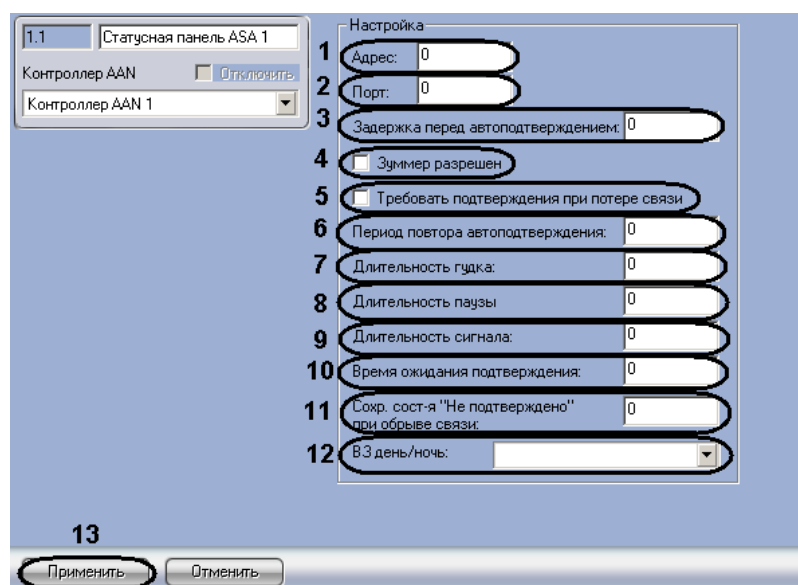

Рис. 3.3-6 Панель настроек объекта Статусная панель ASA
1. Перейти на панель настроек объекта **Статусная панель ASA** (Рис. 3.3-6).
2. Ввести в поле **Адрес**: уникальный адрес панели ASA (см. Рис. 3.3-6, 1).
3. Из раскрывающегося списка **Порт**: выбрать порт подключения панели ASA (см. Рис. 3.3-6, 2).
4. Ввести время в секундах до автоматического подтверждения тревоги на панели ASA в поле **Задержка перед автоподтверждением**: (см. Рис. 3.3-6, 3).
5. Установить флажок **Зуммер разрешен**, если необходимо включить сигнальное устройство панели ASA (см. Рис. 3.3-6, 4).
6. Если необходимо требовать подтверждение при потере связи панели ASA с контроллером, установить соответствующий флажок (см. Рис. 3.3-6, 5).
7. В поле **Период повтора автоподтверждения:** необходимо ввести время в секундах, определяющее задержку между автоматическими подтверждениями тревоги (см. Рис. 3.3-6, 6).
8. В поле **Длительности гудка:** ввести время в секундах гудка сигнального устройства (см. Рис. 3.3-6, 7).
9. В поле **Длительности паузы** ввести время в секундах, определяющее паузу между гудками сигнального устройства (см. Рис. 3.3-6, 8).
10. В поле **Длительности сигнала:** ввести время в секундах сигнала зуммера (см. Рис. 3.3-6, 8).
11. В поле **Время ожидания подтверждения** ввести время в секундах, определяющее временной интервал до подтверждения тревоги (см. Рис. 3.3-6, 10).
12. В поле **Сохранение «Не подтверждено» при обрыве связи:** ввести время в секундах, определяющее временной интервал, в котором при потере связи будет сохраняться состояние **Не подтверждено** (см. Рис. 3.3-6, 11).
13. Из раскрывающегося списка **В 3 день/ночь:** выбрать временную зону, которая будет определять день для панели ASA (см. Рис. 3.3-6, 12).
14. Для сохранения изменений нажать кнопку **Применить** (см. Рис. 3.3-6, 13).